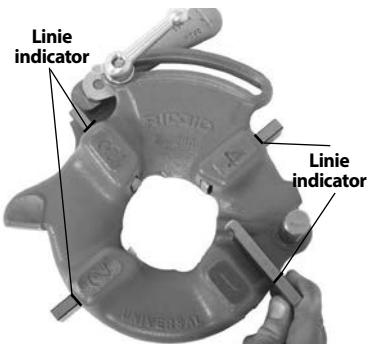

Figura 8 – Inserare filiere
4. Ridicați limba ţaibei afară din fanta din bara de dimensiuni. Mișcați piulița la capătul fantei (Figura 8).
6. Inserați cuțite-filieră corespunzătoare în capul-filieră, cu marginea numerotată în sus, până când linia indicatorului este la nivel cu muchia capului (vezi Figura 8). Numerele de pe cuțite-filieră trebuie să corespundă cu cele de pe fantele capului-filieră. Întotdeauna schimbați cuțite-filieră ca seturi – nu amestecați cuțite-filieră din diferite seturi.